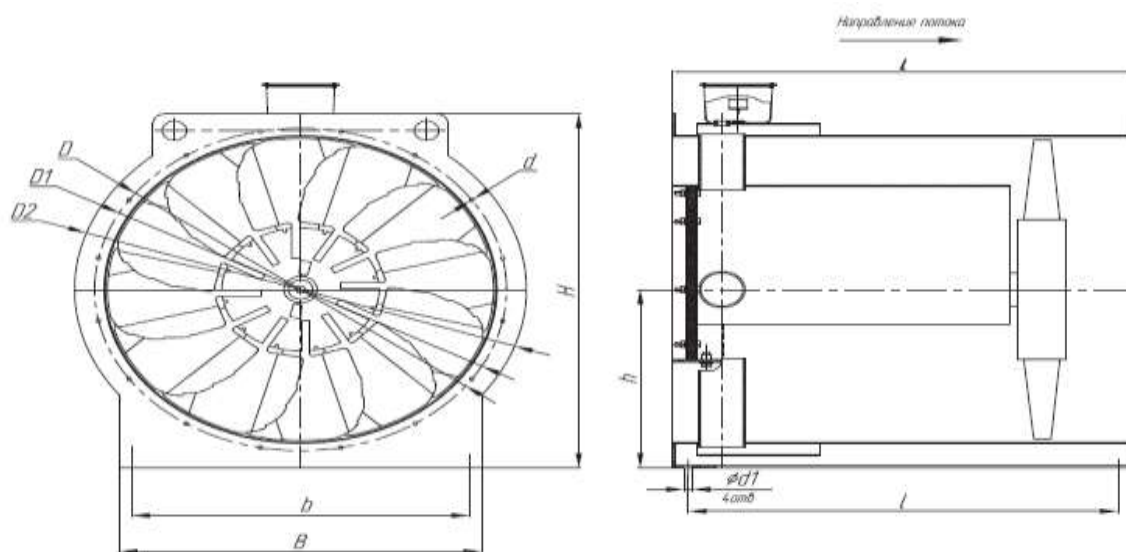

Рис.1. Габаритно присоединительные размеры ВО 13-284 ДУ
1.2.2. Устройство вентиляторов, габаритные, присоединительные и установочные размеры вентиляторов указаны на рис. 1 и в табл. 1.